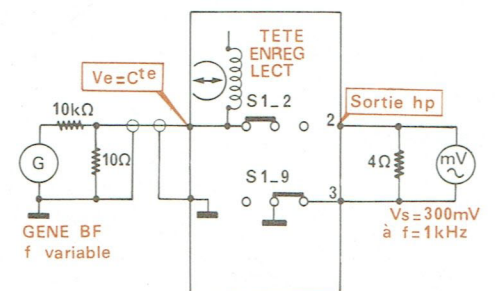

Fig. 15
b) CONTROLE DE LA COURBE DE REPONSE (Fig. 15 et 16)